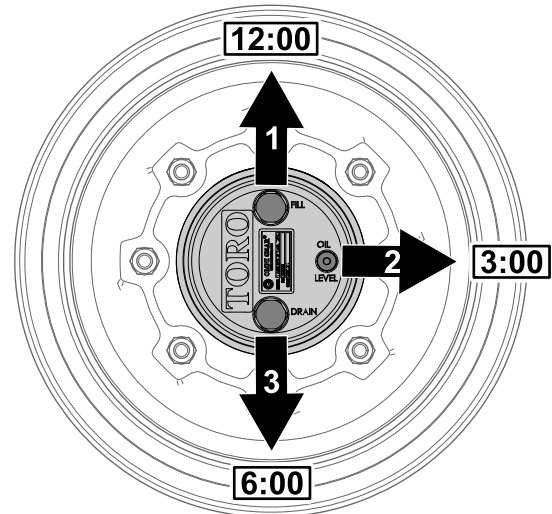

Figure 90
1. Garez la machine sur une surface plane et horizontale, tournez la roue de sorte que le bouchon de remplissage soit à la position 12 heures, le bouchon de contrôle soit à la position 3 heures et le bouchon de vidange soit à la position 6 heures (Figure 90).
2. Retirez le bouchon de contrôle à la position 3 heures (Figure 90).
- Garez la machine sur une surface plane et horizontale, tournez la roue de sorte que le bouchon de remplissage soit à la position 12 heures, le bouchon de contrôle soit à la position 3 heures et le bouchon de vidange soit à la position 6 heures ; voir Figure 90 sous Contrôle du niveau de lubrifiant du train planétaire (page 64).